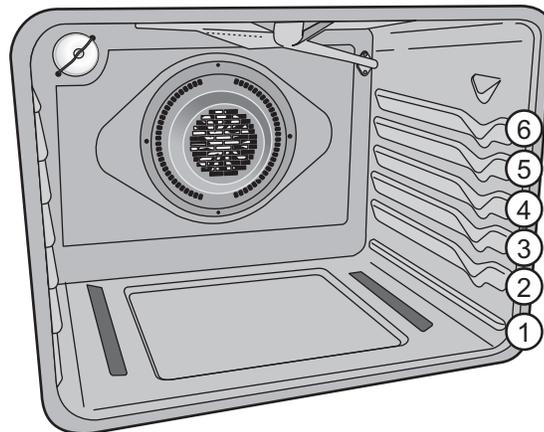

Figure 13 : Emplacement des grilles pour les fours à éléments .
- Pour de meilleurs résultats lors de la cuisson des gâteaux ou des biscuits sur deux grilles, voir à les placer en position 2 et 4 (voir Figure 13).